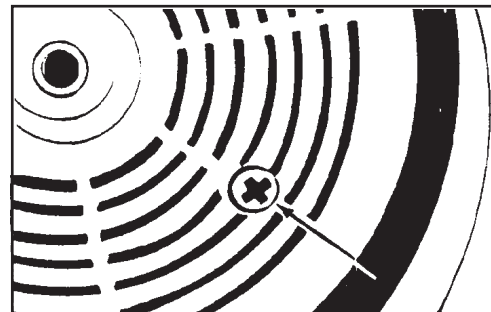

Figura 12
3. Alinee ambos orificios con uno de los tres tornillos de la cubierta del alojamiento de los engranajes. Retire el tornillo de la cubierta del alojamiento de los engranajes. (Figura 12)